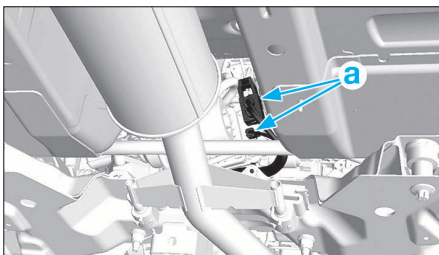

FIG. 11
- Débrancher les connecteurs en "a" (Fig.11).